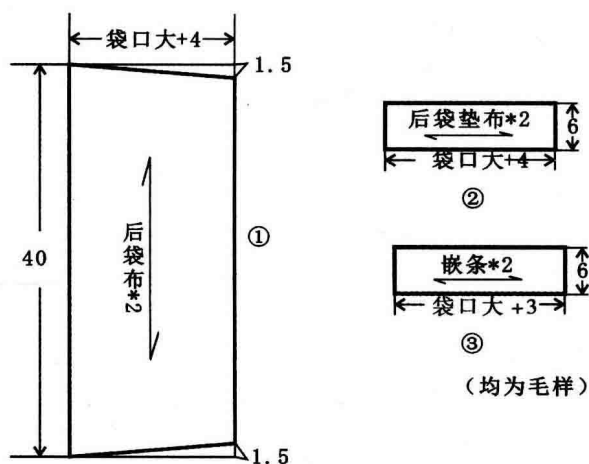

图 1.1-4 后嵌线口袋布、袋垫、嵌条纸样设计
后片口袋布(见图 1.1-4-①):后片口袋布宽为口袋大+4cm,长 40cm。
袋垫布(见图 1.1-4-②):长为口袋大+4cm;宽为 6cm。
嵌条(见图 1.1-4-③):长为口袋大+3cm;宽为 6cm。